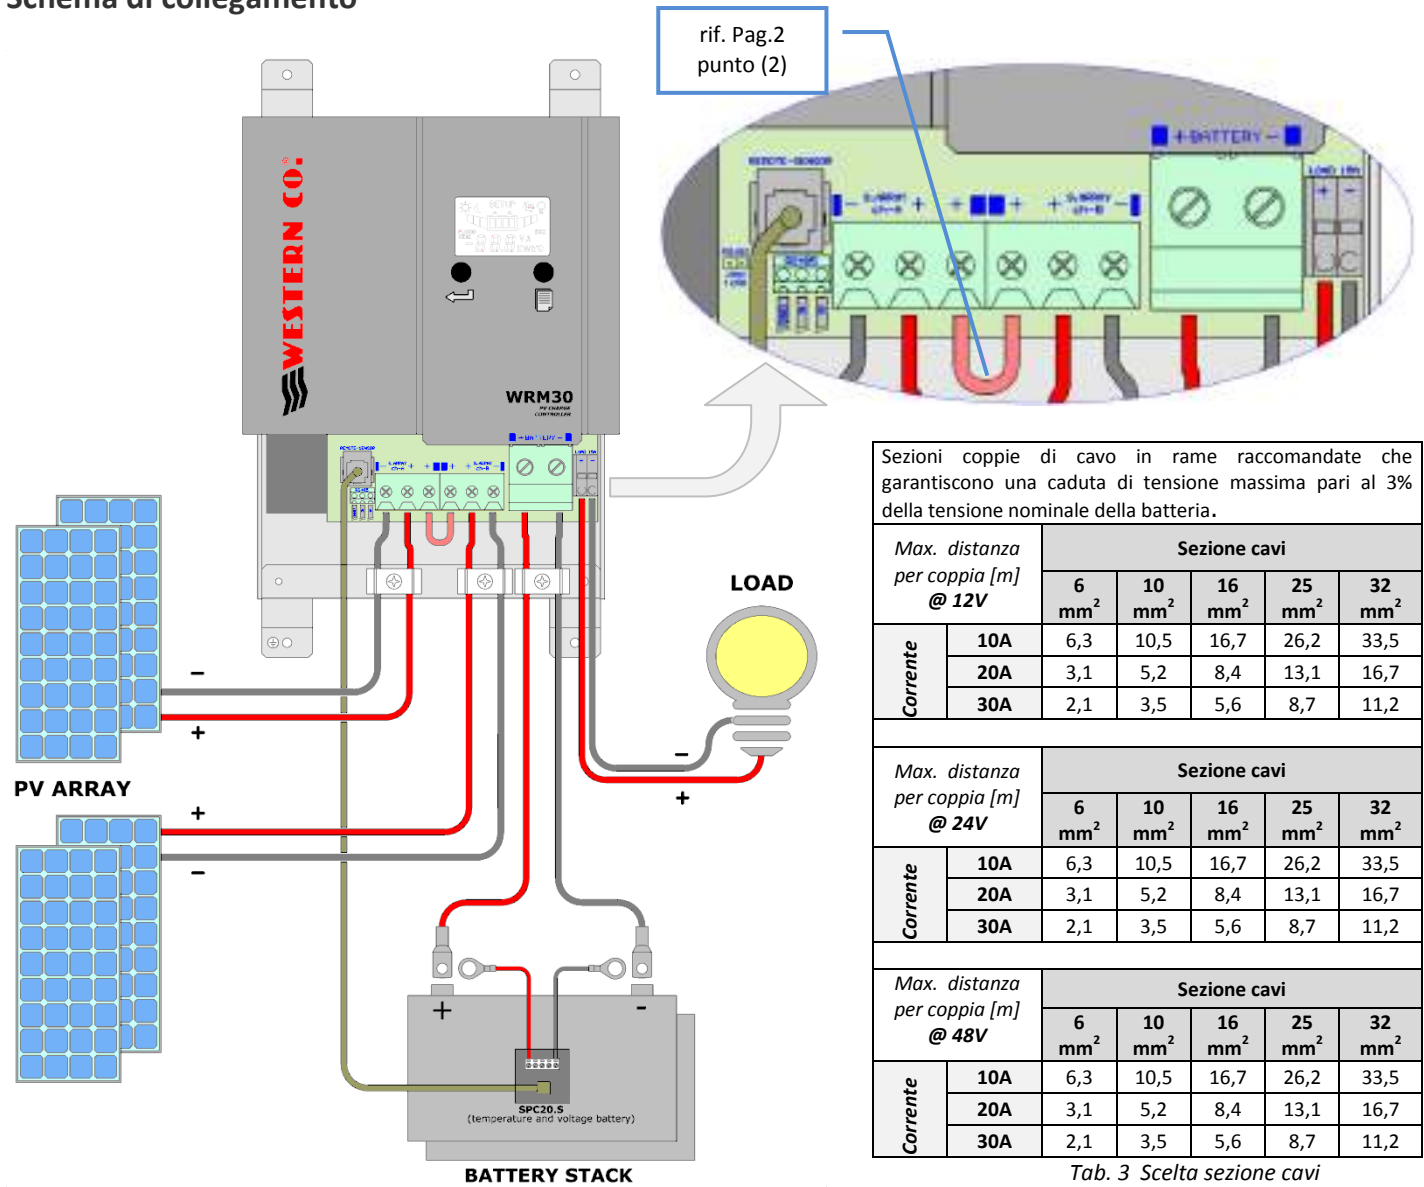

Fig. 2 Schema di collegamento
- 3) Collegare nell'ordine: carico, sonda per misura temperatura e tensione batteria (in dotazione), modulo PV, e per ultimo la batteria come nello schema *fig. 2*. Alla connessione della batteria il regolatore si accende e inizia a funzionare. Le sezioni di cavo debbono essere scelte in modo che in ogni tratto di cavo la massima caduta di tensione ammessa sia minore del 3% della tensione nominale del sistema. (Tab. 3)
Appena realizzati i collegamenti come in *fig. 2* è necessario procedere al collaudo del sistema.